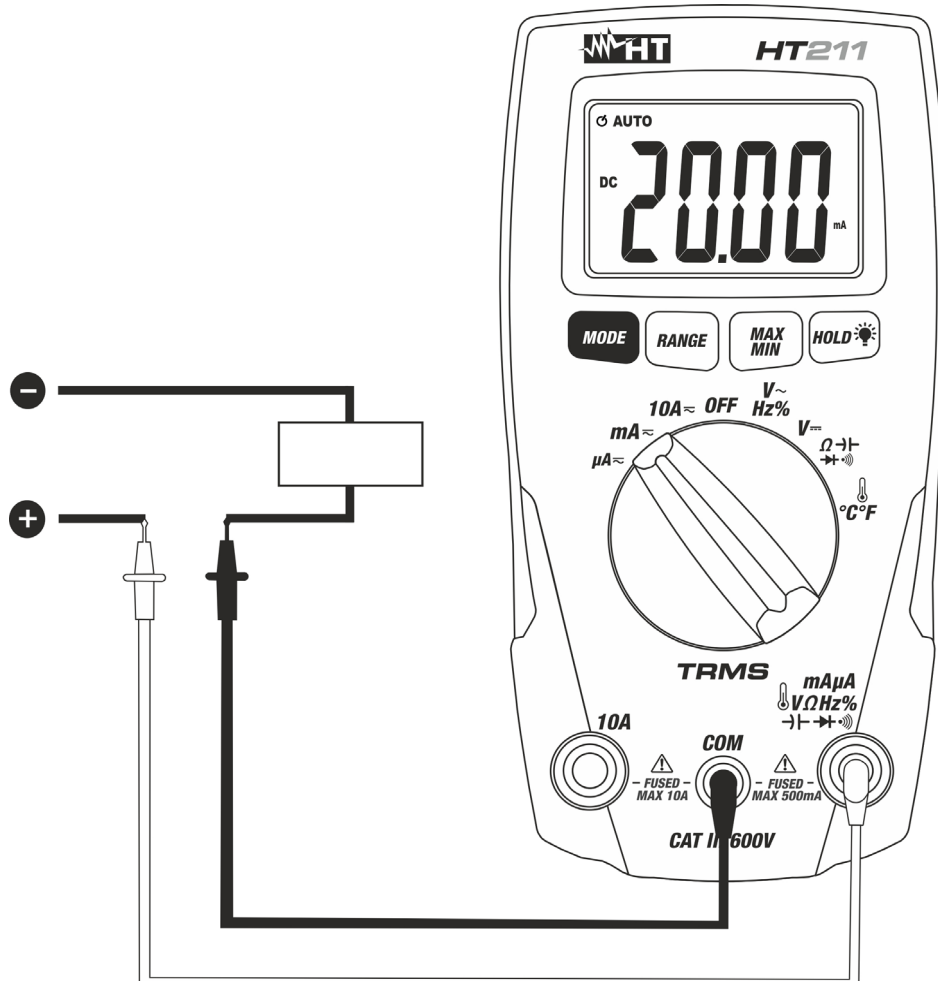

Fig. 9: Uso do instrumento para a medição de Correntes CC
5. Ligar a ponteira vermelha e a ponteira preta em série com o circuito de qual se pretende medir a corrente respeitando as polaridades e o sentido da corrente (ver Fig. 9).
8. A visualização do símbolo "-" no display do instrumento indica que a corrente tem sentido oposto em relação à ligação da Fig. 9